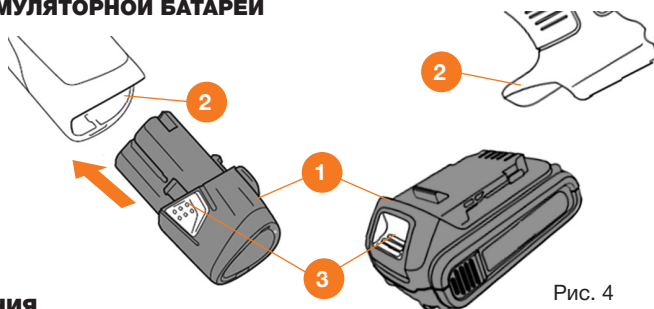

Рис. 4
- Установите аккумуляторную батарею **1** в разъем рукоятки **2** до щелчка (Рис. 4).